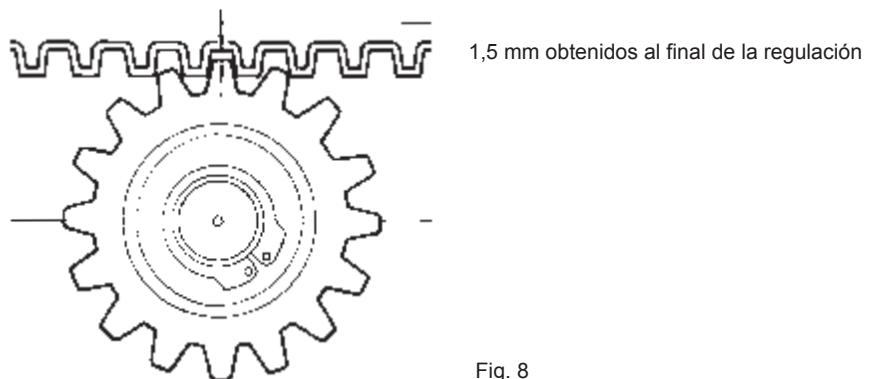

Fig. 8
- Hay que garantizar una holgura de 1,5 mm entre piñón y cremallera a lo largo de toda la longitud de la cancela (Fig. 8).